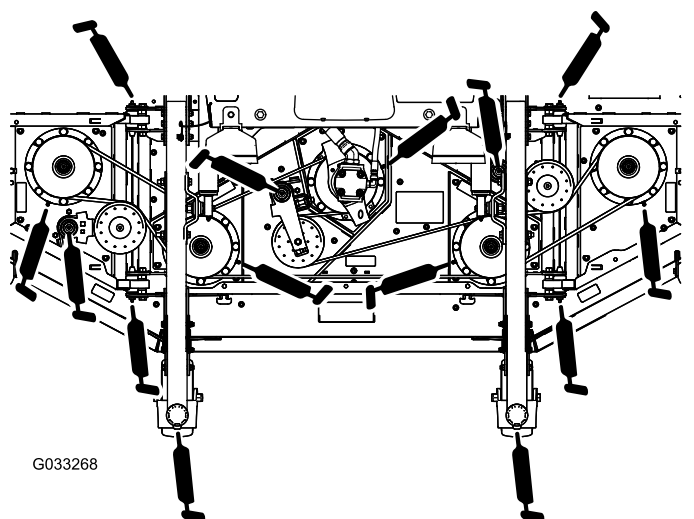

Figura 89
- 2 casquillos del eje de la horquilla de la rueda giratoria (Figura 89)
- 5 cojinetes de eje giratorio (situados en el alojamiento del eje) tal y como se muestra en la Figura 89
- 3 casquillos de pivote de brazo tensor (situados en el eje del pivote tensor) tal y como se muestra en la Figura 89
- 4 casquillos de las alas de la carcasa (situados en los pasadores de giro de las alas) según se muestra en Figura 89.